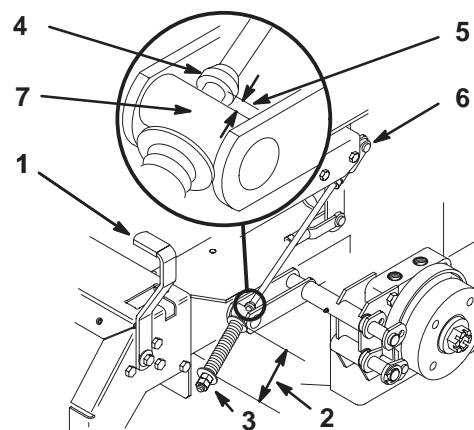

Figure 61
2. Mesurez la longueur du ressort. Les rondelles doivent être distantes de 70 mm (Fig. 61).
3. Si un réglage est requis, desserrez l'écrou de blocage situé sous le ressort et serrez l'écrou directement au-dessous de la chape (Fig. 61). Vissez l'écrou jusqu'à ce que le ressort ait la longueur voulue. Serrez les deux écrous ensemble et répétez la procédure de l'autre côté de la machine.
6. Mesurez la distance entre le galet de tourillon et le collier sur la tige de frein. Elle doit être comprise entre 5 et 7 mm (Fig. 61).
7. Si un réglage est requis, desserrez l'écrou de blocage situé juste au-dessous de la chape. Tournez les écrous de réglage inférieurs jusqu'à obtention de l'écart voulu (Fig. 61). Serrez l'écrou de blocage sur la chape.